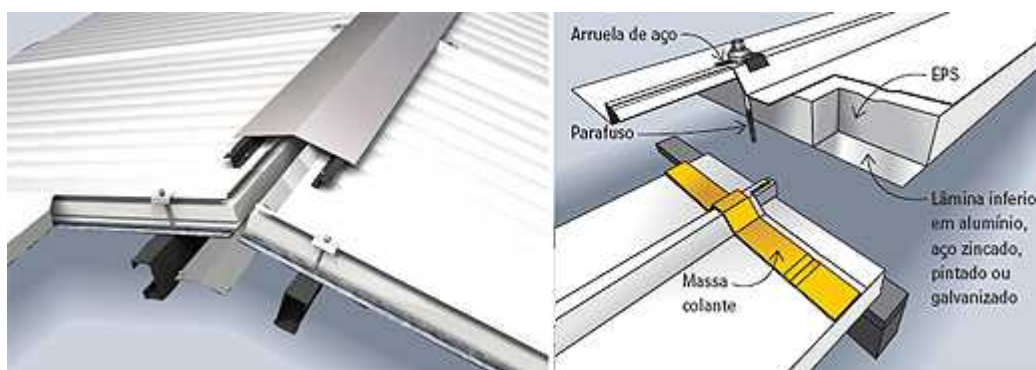

Figura 05
- ❖ Se houver emendas (horizontais) de telhas, no traspasse entre ambas, deverá ser aplicada também a fita de vedação, conforme figura 05;